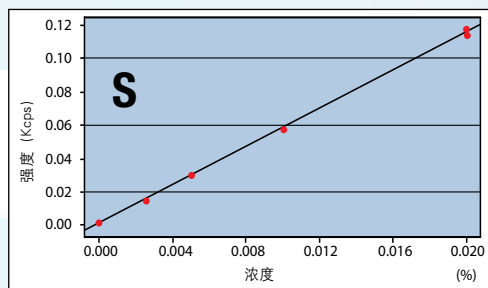

图1. 50W功率下油品和汽油中S的校正曲线 (低浓度范围)
- 石油工业—汽油、燃油和油品中S的分析(ISO14596或ASTM D2622), Pb的分析(ASTM D5059)或其它元素的分析。油品和汽油中浓度在ppm ~ 5% S的校正曲线比较容易得到(参见图1), 50W功率下可以达到极佳的检出限, 100s为1.4ppm (200s时为1ppm)。表1中的重现性试验数据证明了其良好的分析结果。200W功率下在50s内获得相同的精确度, 其100s的检出限降至0.8ppm。我们以完整解决方案的形式提供预先配置的ARL OPTIM' X硫分析仪, 详见www.thermoscientific.com/optisulfur